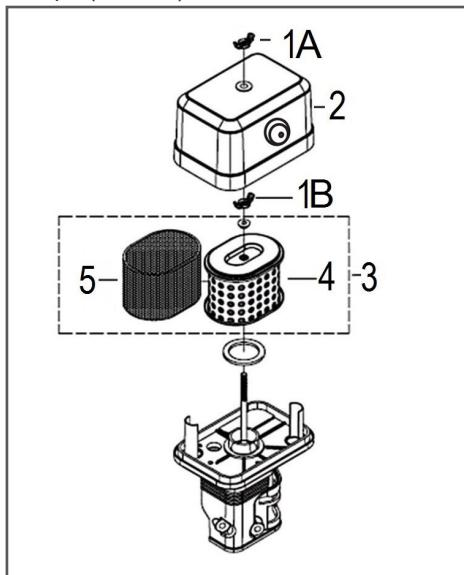

Рис. 25 Обслуживание воздушного фильтра
1. Открутите баращковую гайку 1A и снимите крышку 2 воздушного фильтра (Рис. 25).
2. Открутите баращковую гайку 1B и снимите воздушный фильтр 3 в сборе (Рис. 25).
Поролоновый (предварительный) фильтрующий элемент 5 установлен на корпусе бумажного фильтрующего элемента 4 (Рис. 25).